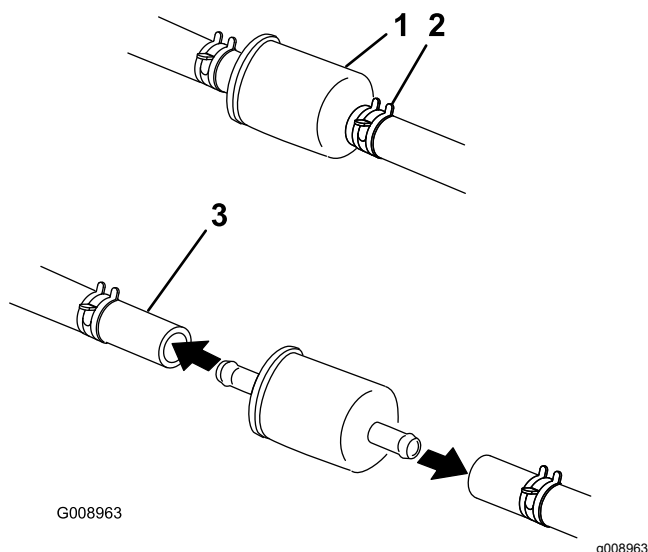

Figura 55
5. Cambie el filtro de combustible (Figura 55).